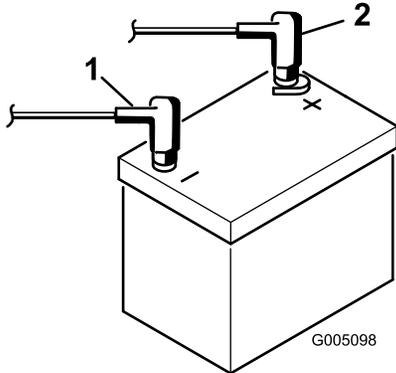

図 4
7. 赤い (+) ケーブルをバッテリーの (+) 端子に、黒いケーブル (-) はバッテリーの (-) 端子にはめ、ボルトとナットで固定する (図 4)。プラス端子が電極に十分にはまり込んでいること、ケーブルの配線に無理がないことを確認する。ケーブルとバッテリー・カバーを接触させないこと。